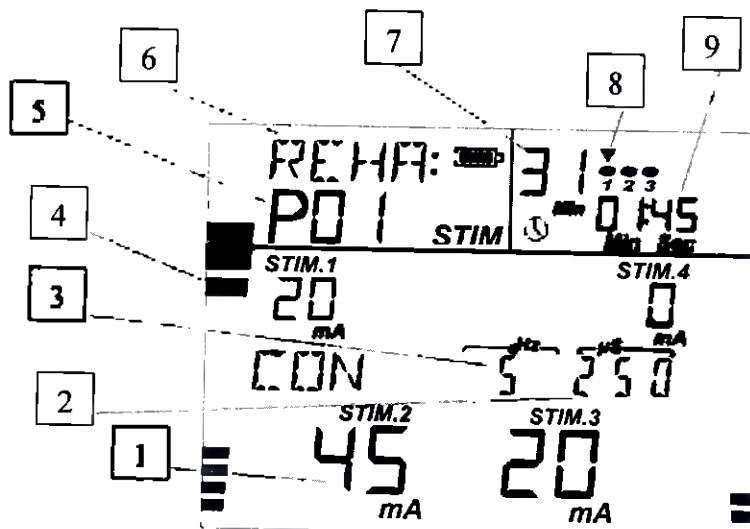

Рис. 6 – Экран: фаза НМС
2. Если выбран тип фазы «Нейромышечная стимуляция», то на экране отобразится символ STIM (см. рис. 6).
Обозначения (рис. 6):